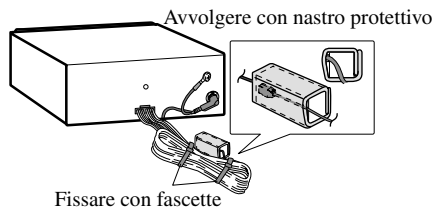

Fig. 9
• Installazione della scatola di connessione del cavo ottico con fascette. (Fig. 9)